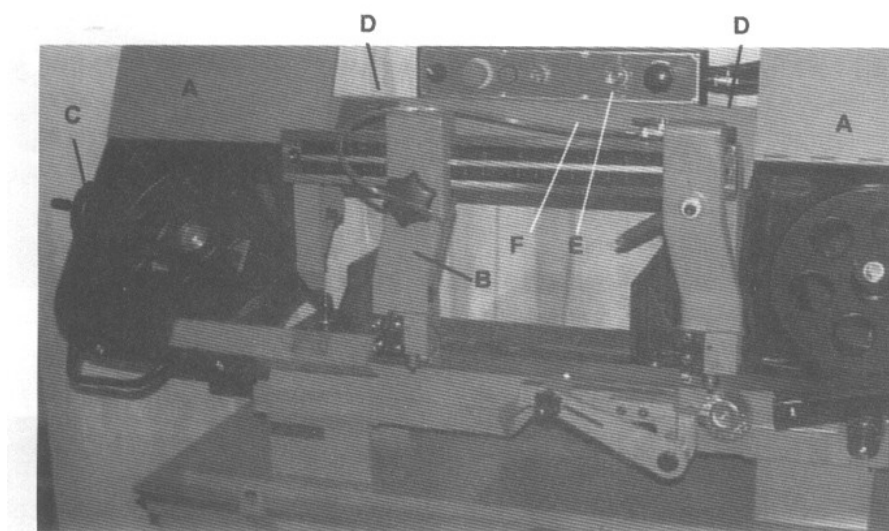

Рис. 21
2. Поднимите раму пилы на, примерно, 6" и закройте ручку включения/выключения (E) Рис.21 путем поворота ее по часовой стрелке до упора.
3. Переместите рычаг направляющей полотна (B) вправо, как показано на Рис.21.
4. Ослабьте два винта (D) и откройте верхнюю решетку полотна (F) Рис.21.
5. Откройте решетки обоих колес (A) Рис.21 и вычистите металлическую стружку из машины.
6. Ослабьте натяжение полотна, повернув рукоятку натяжения полотна (C) Рис.21 против часовой стрелки.